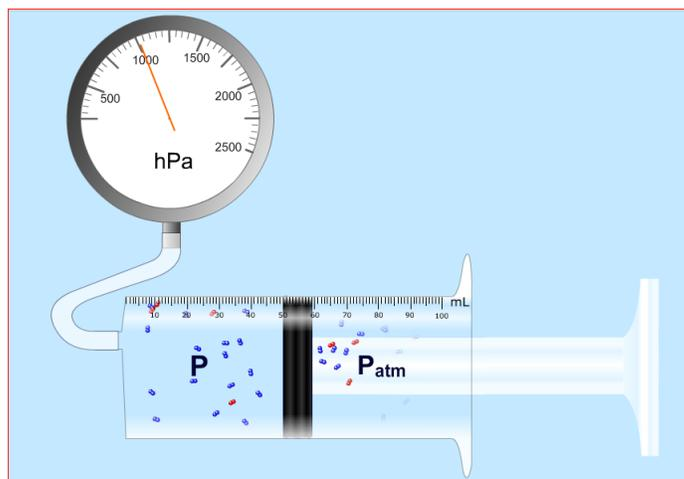

Figura 6.2: Comportamento de um gás em uma seringa
O estado termodinâmico de um gás é definido se soubermos a **pressão (P)**, o **volume (V)**, a **temperatura (T)** e o **número de mols (n) do gás**, em um determinado instante. Trabalharemos hoje com um programa que simula o comportamento de um gás ideal em diferentes condições. Acesse o site (www.physics-chemistry-interactive-flash-animation.com). Clique em (*Matter*) e depois em (*(P and V/Boyle's Law)*). A figura 6.2 mostra a tela da simulação.